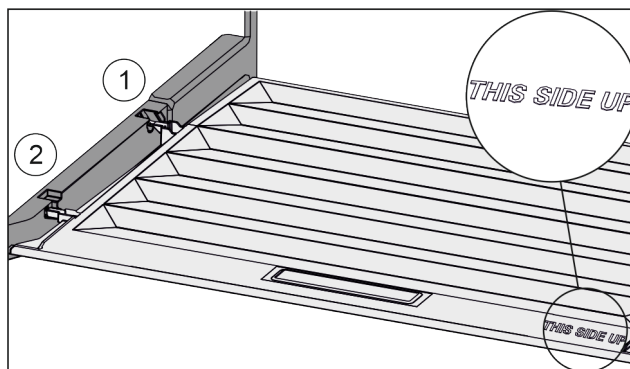

Fig. 74
- ▶ Skyv inn dekseltrinn via åpningen til bakre holder Fig. 74 (1) og klikk dem på plass i fremre holder Fig. 74 (2).